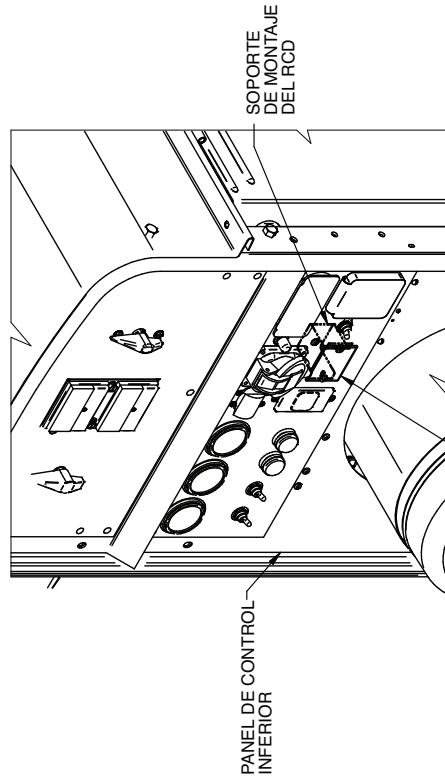

FIGURA 1
3. AL TIEMPO QUE SOSTIENE EL SOPORTE DE MONTAJE DEL RCD, REMUEVA LOS DOS TORNILLOS QUE LO ASEGURAN JUNTO CON LA PLACA DE CUBIERTA. APARTE EL SOPORTE DE MONTAJE Y TORNILLOS DEL RCD, Y DESCARTE LA PLACA DE CUBIERTA (VEA LA FIGURA 1).